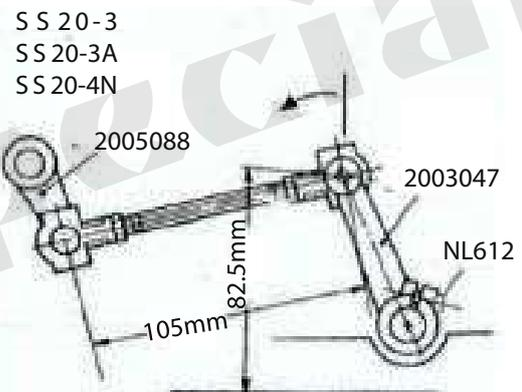

Fig. 2-a
(1) Gire no sentido horário a polia até a alavanca do espalhador (2.203.047) estiver na posição mais distante à direita, verifique a distância entre a superfície inferior da máquina para o centro de articulação, que deve ser 82,5 milímetros (Fig2-a). Para manter a distância, aperte o parafuso (NL612).
(3) Gire no sentido horário a roldana para ver se o ponto do looper superior passa na parte menor do looper. A folga deve ser de 0 a 0,1 milímetros (Fig2-c). Para obter a distância, ajuste looper superior, e aperte o parafuso (PD506) do eixo da alavanca do espalhador (2.005.090), Fig. 3
(4) Gire no sentido horário polia para ver se o looper superior, apenas a agulha que se move a partir de sua posição mais avançada para a direita. A folga deve estar compreendida entre 0 e 0,1 milímetros, conforme mostrado na Fig2-d. Para ajustar, soltar o parafuso de ajuste (20014014) em Fig3, e levantar o rolamento do eixo looper (2.001.012) na direção de S para diminuir a regulagem, ou abaixá-lo na direção de L a aumentar, Aperte o parafuso de ajuste após o ajuste.